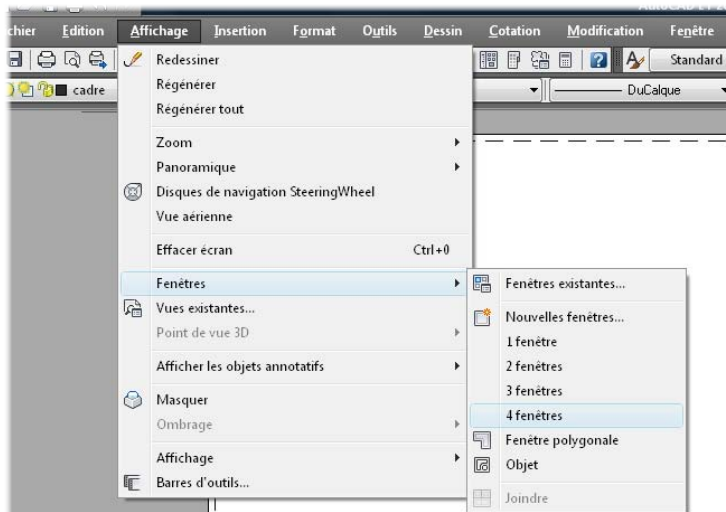

Figure 6.30
30. De nouveau dans le menu Affichage > Fenêtre, on choisit cette fois l'option 4 Fenêtres (voir Figure 6.30).